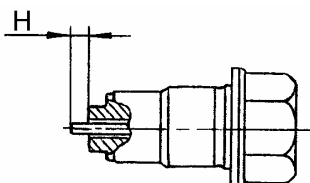

Рис. 44.
16.2.10 Пробка 2108-3512080, рис. 44.**Допускается:**